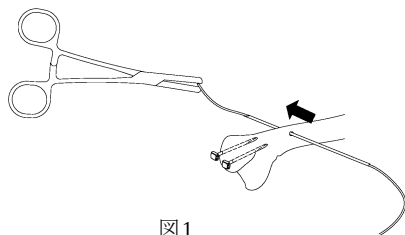

図 1
- 骨折部から 30mm 程遠位に 2.0 ドリルで骨孔作製後、骨孔に 2.0 骨孔用パッサー (I) を挿入し、ケーブルを通します。（図 1）